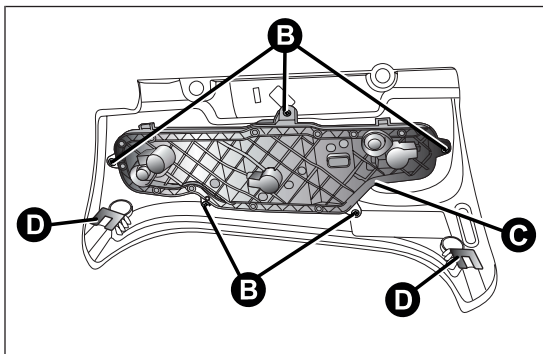

fig. 122
- ☐ aflojar los cinco tornillos B de sus alojamientos y extraer el portalámpara C fig. 122;